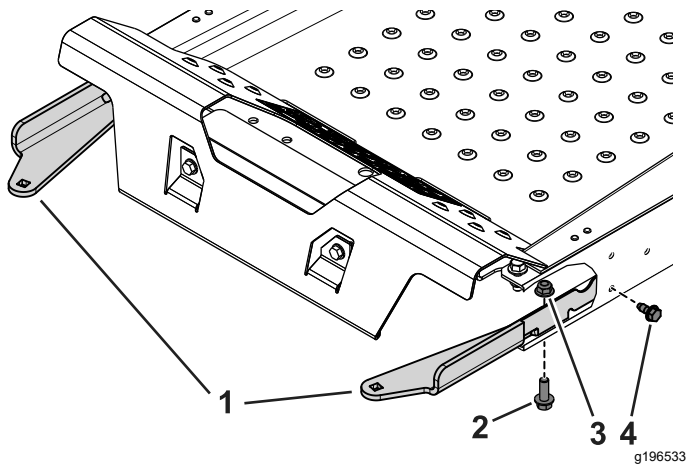

Figura 3
2. Utilizzate i 2 bulloni autofilettanti (5/16" x 3/4"), 2 bulloni (3/8" x 1 1/4") e dadi flangiati (3/8") per fissare i supporti sinistro e destro del vassoio della zavorra alla macchina (Figura 3).